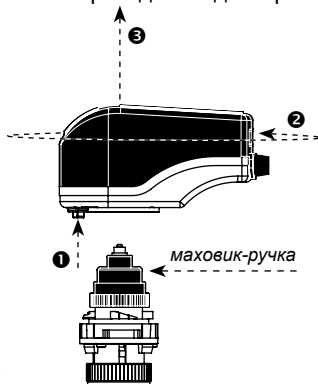

Рисунок 2
Отделить адаптор клапана от привода (рисунок 2) ❶ нажать на зелёную кнопку и ❷ повернуть верхнюю часть привода на 30° против часовой стрелки. ❸ затем удалить верхнюю часть привода от адаптора клапана.